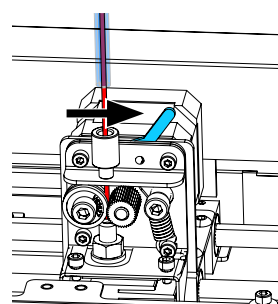

Fig. 27
- ⇒ Ahora coloque la palanca de la extrusora hacia la derecha (Fig. 27).